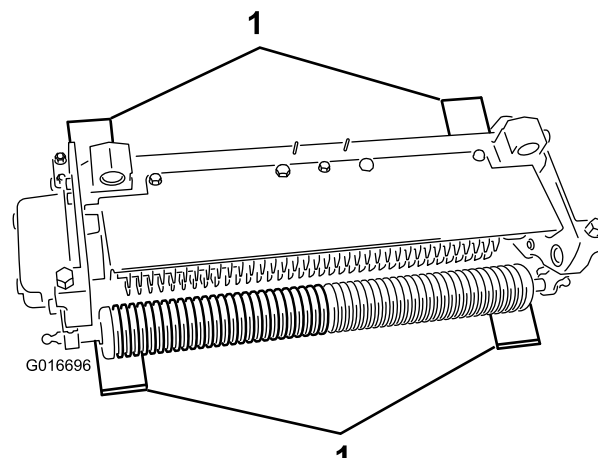

Figure 9
2. Placez 4 gabarits, réglés à la profondeur de pénétration des lames au-dessous du sol correcte, sous le rouleau avant et le rouleau arrière du défateur (Figure 9).